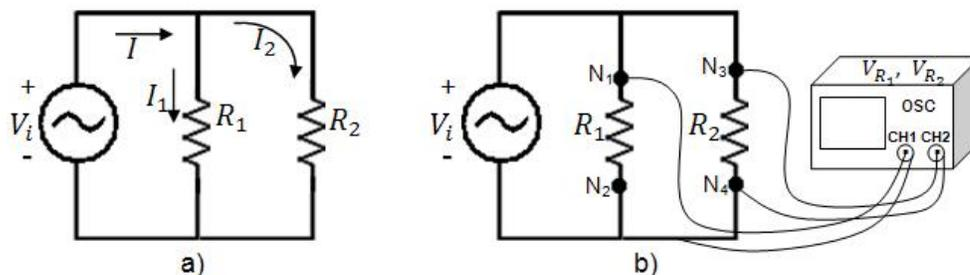

Figura 7.2. Circuito resistivo paralelo
a).- En el primer caso se analiza el funcionamiento del circuito resistivo paralelo con elementos cuyos valores no genere algún problema a la fuente de alimentación. Construya el circuito de la figura 7.2, con $V_i = 5 \text{ sen}(\omega t)$ de frecuencia $f = 1 \text{ KHz}$ y seleccione las resistencias que estén dentro del rango siguiente $2\text{K}\Omega \leq R_{\text{TOTAL}} \leq 900\text{K}\Omega$. Mida el voltaje en R_1 , R_2 indicadas en el circuito. Llene la tabla 7.4
b).- En segundo caso se analiza el funcionamiento del circuito resistivo paralelo con elementos cuyos valores requieren de más corriente que la corriente máxima de la fuente de alimentación. Construya el circuito de la figura 7.2, con $V_i = 5 \text{ sen}(\omega t)$ de frecuencia $f = 1 \text{ KHz}$, seleccione las resistencias que estén dentro del siguiente rango $500\Omega \leq R_{\text{TOTAL}} \leq 1600\Omega$. Antes de construir el circuito calcule la potencia de las resistencias (llene la tabla 7.5), para seleccionar los elementos de la potencia adecuada. Mida el voltaje en cada resistencia del circuito y llene la tabla 7.5.
c).- En el tercer caso se analiza el funcionamiento del circuito resistivo paralelo con elementos cuyos valores son de $\geq 1\text{M}\Omega$. Construya el circuito de la figura 7.2, con $V_i = 5 \text{ sen}(\omega t)$ de frecuencia $f = 1 \text{ KHz}$ y seleccione las resistencias cuyo valor sea $\geq 1\text{M}\Omega$. Antes de construir el circuito calcule la potencia de las resistencias. Mida el voltaje en cada resistencia del circuito. Llene la tabla 7.6